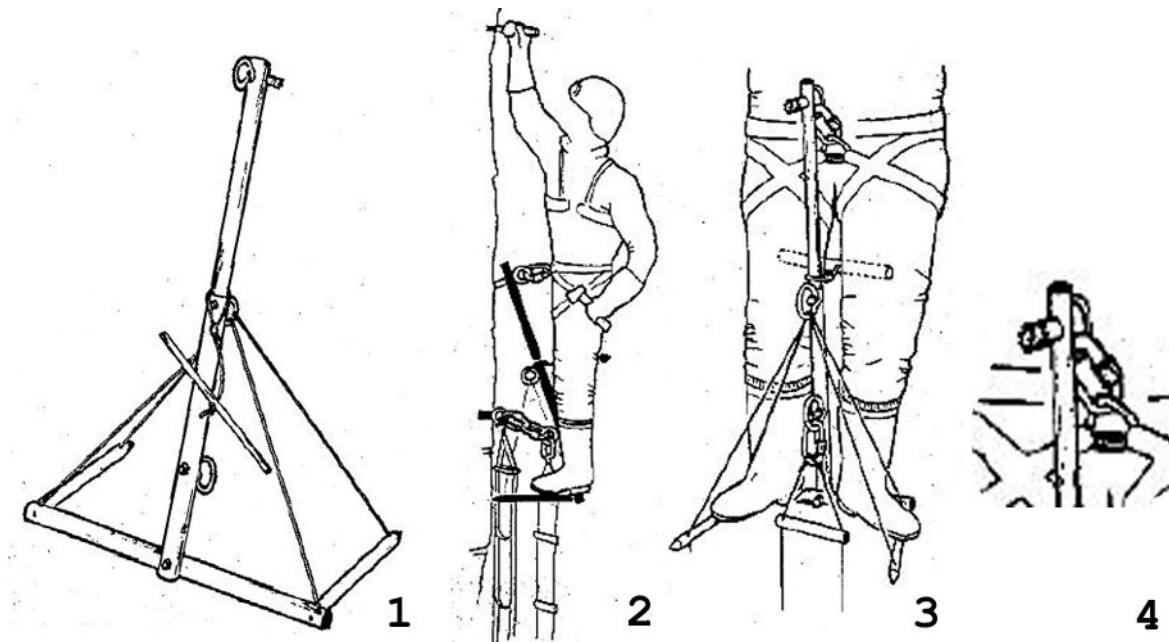

Рис.76. Положение на платформе Рокура и прикрепление беседкой к шесту:
9. Пристегнемся беседкой к верху шеста и приведем себя в порядок (**Рис.76**).